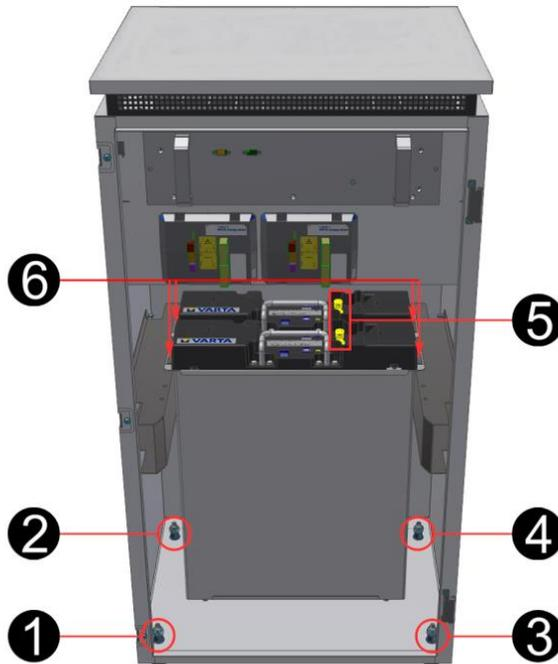

Abbildung 15: Einbaupositionen der Batteriemodule
- Die höhenverstellbaren FüÙe (siehe Abbildung 15: Einbaupositionen der Batteriemodule) auf ca. 4 cm (max. 5 cm) Höhe einstellen.
Es werden je nach Modell bis zu zwei Batteriemodule eingebaut. Die Batteriemodule werden, nach Abbildung 15: Einbaupositionen der Batteriemodule, platziert.
- Das Batteriemodul im Speicherschrank, nach Abbildung 15: Einbaupositionen der Batteriemodule, platzieren.
Die Batteriemodule im Speicherschrank, nach Abbildung 15: